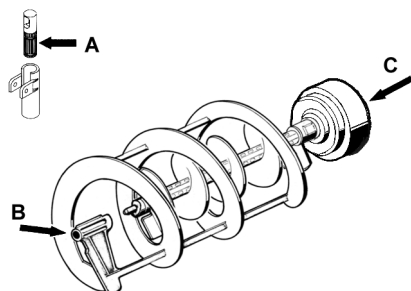

figure 10
- 3 Remonter le robinet sur le réservoir en suivant la séquence effectuée pour le démontage en sens inverse (voir figure 10).